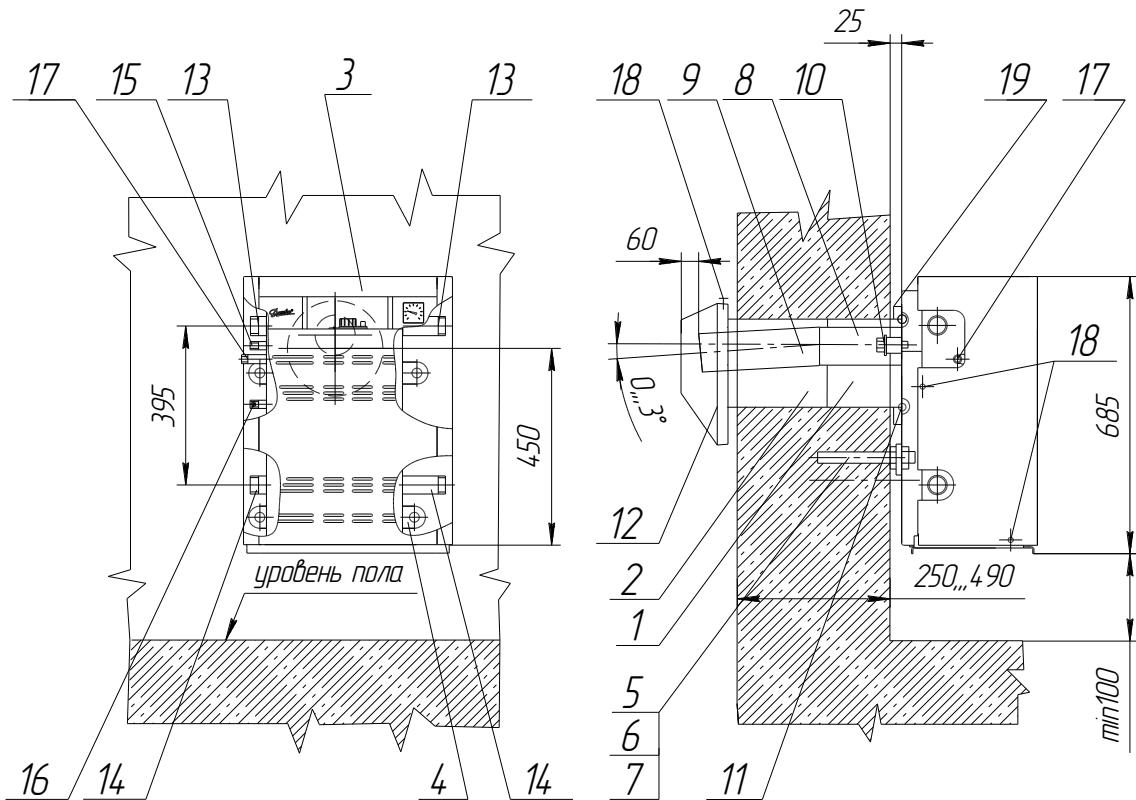

Рисунок 4.
Рисунок 4а. Изменение подключения котла.
Снять декоративный кожух, выкрутив винты-18 (Рис. 4) крепления кожуха с теплообменником. После всех подсоединений котла кожух установить в обратной последовательности.
При необходимости подключения газа к котлу с другой стороны необходимо высверлить заклепки - 1 (Рис. 4а), повернуть переднюю стенку - 2 на 180° и скрепить с боковыми стенками. Вынуть термобаллон - 3 газового клапана из гильзы, открутить трубы - 4 и 5 и термопару - 6, отсоединить колено поз. 7. Открутив винты - 8 снять клапан, повернуть его на другую сторону и прикрутить. Собрать все в обратной последовательности.
6.3.1. Во внешней стене дома пробить горизонтальный круглый канал диаметром не меньше 240мм (для котлов 7 и 10 кВт) и 270мм (для котлов 12,5 и 15,5 кВт), положение которого должно отвечать расположению внешнего кольца котла-20 (Рис. 4), для подсоединения патрубка воздухопровода, при этом расстояние от пола к котлу должно быть не меньше 100мм. С целью обеспечения возможности обслуживания газохода в процессе эксплуатации котла, рекомендуется расположить канал под окном или в непосредственной близости от него. При этом необходимо учесть, что для обеспечения установки и снятия котла, а также для снятия и установки газогорелочного устройства вокруг котла должно быть свободное место (не должно быть никаких строительных элементов или стационарно установленного оборудования): от стены сбоку подсоединительных патрубков на расстоянии не менее 300мм, а перед котлом на расстоянии не менее 1000 мм.
При помощи телескопической трубы 9 (Рис. 4) отрегулировать зазор с защитой дымохода 12 таким образом, чтобы пламя на основной и запальной горелке горело ровно без отрыва от горелок.